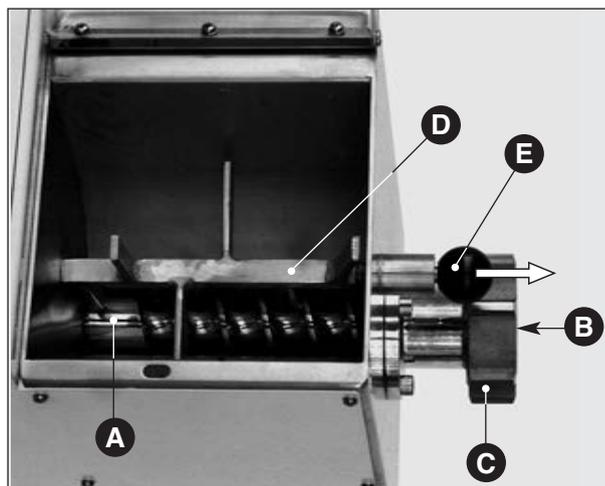

Fig. 1
Fig. 1 bis
- posizionare il selezionatore su "0" (Fig. 2 C), verificare il corretto montaggio della coclea (Fig. 1 A) osservando che la parte cilindrica sia appoggiata all'albero di trascinamento;
- accertarsi inoltre che il tappo in plastica (**Fig. 1 B**) sostitutivo della trafila sia ben posizionato e la ghiera (**Fig. 1 C**) ben chiusa;
- infine bloccare sicuramente il mescolatore (**Fig. 1 D**) nella sua sede mediante il pomello di testa (**Fig. 1 E**) o avvitarlo al supporto mobile nella TR 75/E (**Fig. 1 bis** vedi pag. 7).